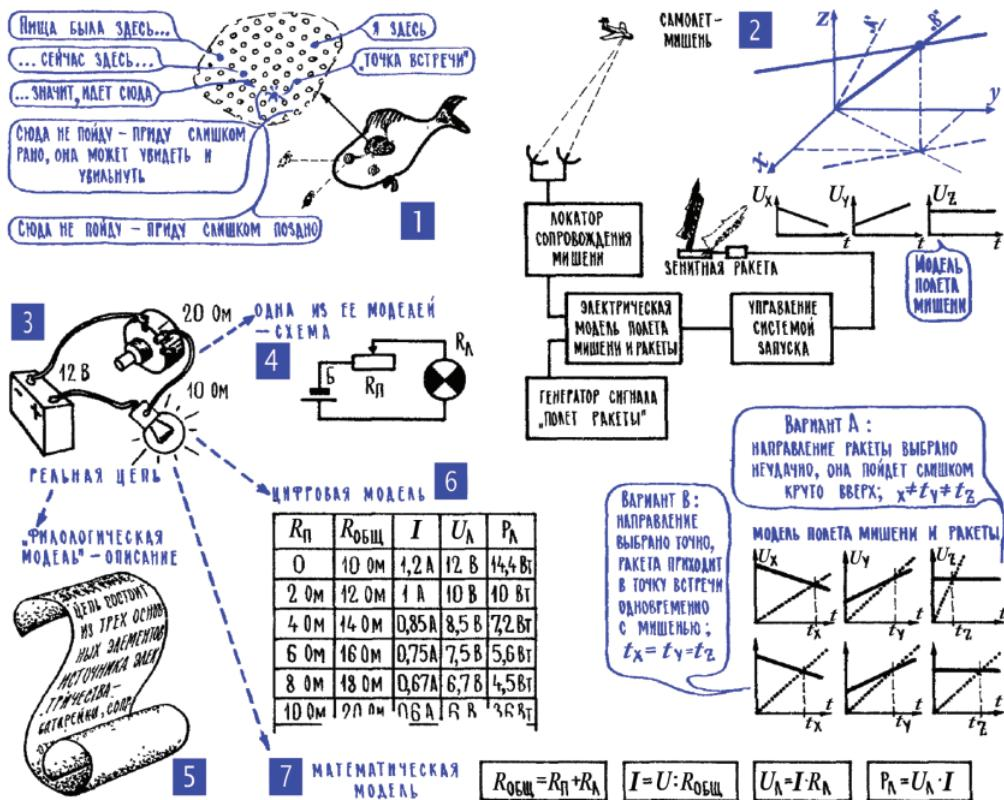

Рис. 16.1. Построение моделей
На рис. 16.1; 1 система такого моделирования показана крайне упрощенно, примитивно, хотя, впрочем, изобразить ее точно и нельзя было бы: конкретные механизмы моделирования в нервных сетях пока неизвестны.
Модели могут быть сделаны из самых разных материалов, описание реальности в них осуществляется на самых разных языках. Модели самолетов бывают из дерева, металла или пластмассы, а бывают из бумаги и туши: чертеж – это ведь тоже модель. И рисунок тоже. И фотография. В нейронных сетях рыбы (рис. 16.1; 1) модель строилась с помощью сложных электрохимических процессов в нервных клетках, а в системе управления ракетой (рис. 15.3; 5) – с помощью электрических токов. Еще один пример электрического моделирования – на рис. 16.1; 2, здесь «задача встречи» решается для зенитной ракеты и самолета-мишени. Движение самолета в этой модели отображается тремя меняющимися напряжениями – это координаты мишени по трем перпендикулярным осям  $x$ ,  $y$ ,  $z$ . Напряжение, отображающее координату  $z$ , остается постоянным, это значит, что самолет летит на постоянной высоте. Тремя меняющимися напряжениями отображена возможная траектория зенитной ракеты, причем система управления пробует несколько разных троек, выбирая такое направление, которое приведет ракету в «точку встречи» одновременно по всем координатам. Электрическое моделирование используют во многих системах управления, работать с электрическими сигналами очень удобно. Их легко менять, проверяя на модели самые разные ситуации. Не так-то просто изменить размеры какой-нибудь детали на механической модели или даже на чертеже, а изменить тот или иной ток в электрической модели довольно просто.
давать искусственные модели и на них отрабатывать свои практические задачи. Такими моделями стали рисунки, слова устной речи, иероглифы, а затем и буквенное письмо, географические карты, чертежи, графики. И еще, конечно, математические модели, которые начались с простого счета и пришли к современной математике, умеющей моделировать самые сложные процессы в природе и машинах. Рисунок 16.1; 3, 4, 5, 6, 7 иллюстрирует создание разных моделей простой электрической цепи, и уже из этого примера видно, насколько удобна и экономична математическая модель, в данном случае описание схемы с помощью нескольких формул закона Ома (рис. 16.1; 7).
**Примечание редактора.** Слово компьютер (в переводе с английского – *вычислитель*) в настоящее время полностью заменило длинное название «электронная вычислительная машина» (ЭВМ), принятое в советское время. Следует понимать, что под этими названиями имеются в виду именно цифровые электронные вычислительные машины (ЦЭВМ), так как существовали еще и «аналоговые электронные вычислительные машины» (АЭВМ, их принципы работы показаны на рис. 16.1; 2), а еще до них – и просто «аналоговые вычислительные машины» (АВМ) на механических принципах. Именно от этих машин ведет свое происхождение термин «аналоговый» применительно к электронной технике, оперирующей непрерывными значениями напряжений и токов. Автор далее употребляет названия «компьютер», «вычислительная машина» и ЭВМ вперемешку, как синонимы. Интересно, что слово «компьютер» в доцифровую эпоху было обозначением профессии: так называли сотрудников учреждений, специализировавшихся на проведении громоздких вычислений вручную или с помощью электромеханических калькуляторов.